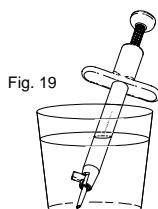

Fig. 19
- Den fullständigt monterade injektorn placeras med spetsen nedåt i en behållare med BSS för att bibehålla hydreringen av linsen. (Fig. 19)